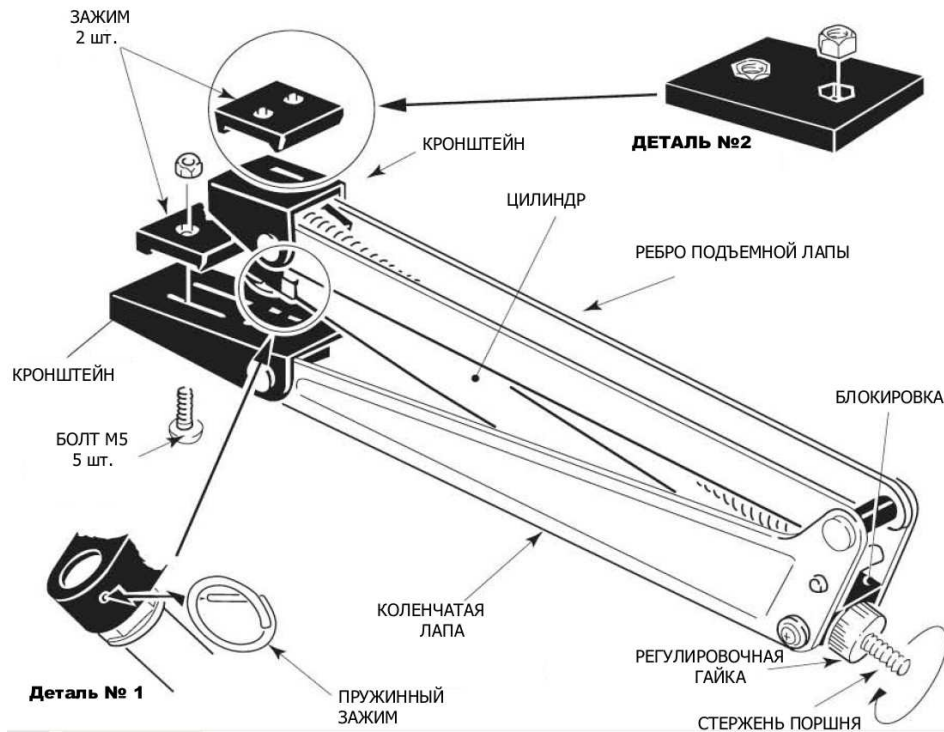

Рисунок 5
2. В первую очередь охладите цилиндр Автовента, поместив его в холодильник приблизительно на 30 минут. Выполнить это можно двумя способами: либо поместив весь Автовент в холодильник, либо поместить только цилиндр, предварительно сняв его. Для того, чтобы снять цилиндр, необходимо вынуть пружинный зажим (Рис.5, деталь №1).
3. После того, как цилиндр был охлажден, достаньте его из холодильника и расположите таким образом, чтобы стальной стержень поршня (Рис.5) находился перпендикулярно твердой поверхности. Вдавите стержень поршня в цилиндр. Если цилиндр был демонтирован, установите его на место, повторив все операции демонтажа в обратном порядке. Устройство готово к установке.
Комплект фиксирующих деталей содержит 4 бота, 4 гайки и 2 зажима, которые могут быть использованы для установки Автовента на форточку алюминиевой или стальной теплицы. Способ установки Автовента с помощью зажимов представлен на рисунке ниже. Убедитесь, что зажимы действительно зажимают выступы обвязок форточки, а гайки расположены в пазах зажимов (Рис.5., Деталь 2). Автовент надежно закреплен в том случае, если болты вкручены в непосредственной близости от краев выступов обвязок форточки.